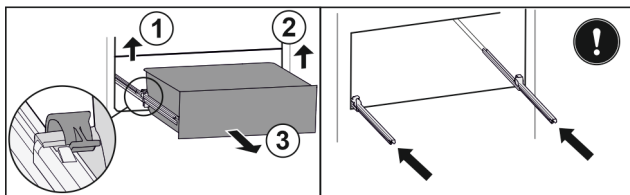

Fig. 34
- Sollevare il morsetto sinistro e allo stesso tempo tirare in avanti il cassetto sinistro. Fig. 34 (1)
- Sollevare il morsetto destro e allo stesso tempo tirare in avanti il cassetto destro. Fig. 34 (2)
- Rimuovere il cassetto tirandolo in avanti. Fig. 34 (3)